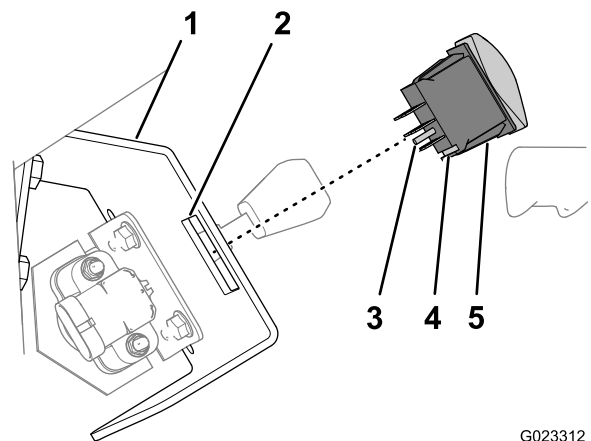

図 20
1. モードスイッチをハンドスロットル・ブラケットに合わせるコネクタについている整列ピンとスイッチのボディ内部にあるチャンネルを下向きにする 図 20。
2. ハンドスロットル・ブラケットについている四角い穴にスイッチをはめ込む 図 20。